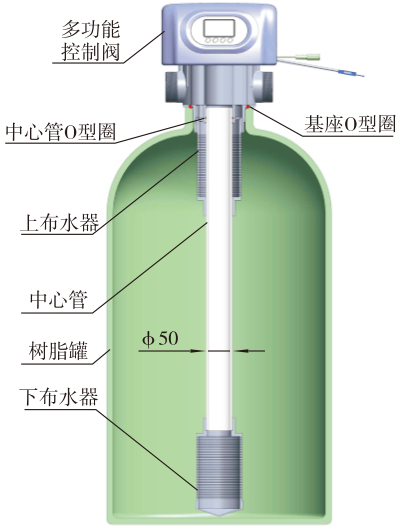

图1-1
① 安装控制阀
- a、按图1-1所示，选取外径为50mm的中心管(以国标中心管为例)，把中心管与下布水器用胶封固。放入罐体底部，将超过罐口部分的中心管截断并外部倒圆。